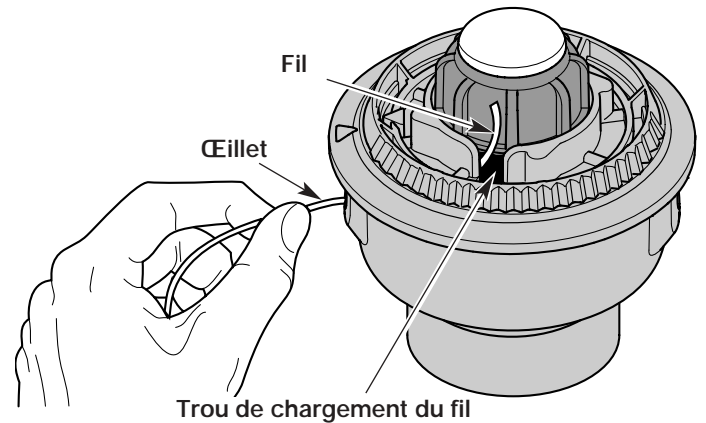

Fig. 17
3. Tirez le vieux fil des trous de chargement et de blocage du fil (Fig. 17 et 18).
4. Insérez un morceau de fil dans l'un des deux œillets de la bobine extérieure. Enfoncez-le dans le trou de chargement du moulinet intérieur (Fig. 17). Ne pliez pas le fil en l'insérant dans l'œillet.